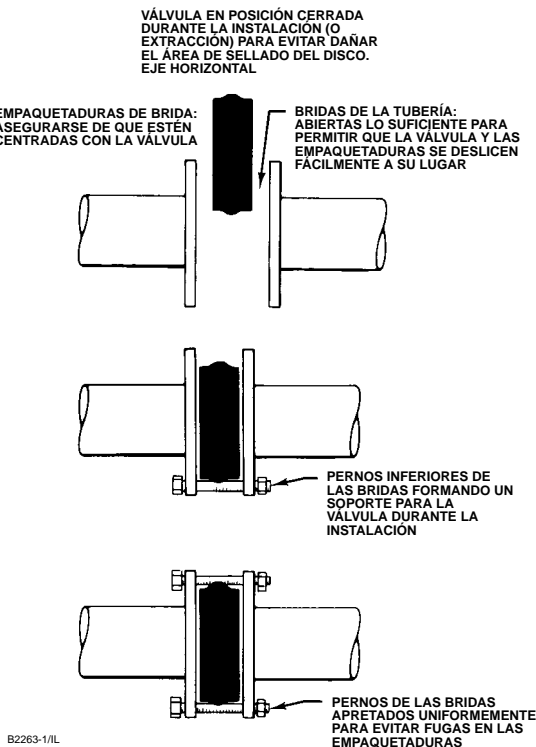

Figura 4. Pasos de instalación adecuada
Instalar la válvula con el lado de cierre de alta presión en la dirección indicada por la flecha de caudal para una instalación adecuada, y consultar la figura 4 para obtener más información.
- **Para válvulas de disco:** instalar primero los pernos inferiores de las bridas para formar el soporte para la válvula (ver la figura 4). Ver la tabla 5 para las especificaciones de los pernos de las bridas.